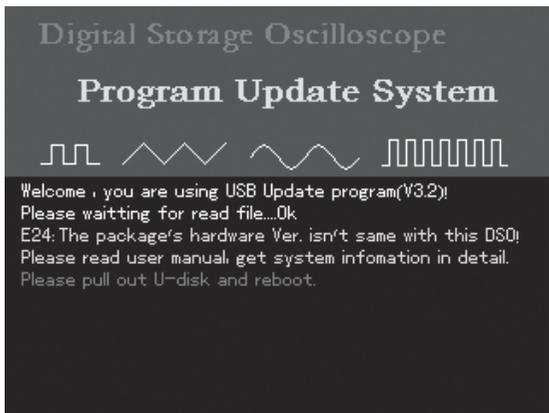

图6-13
8、升级时，读取程序升级包信息，发现升级文件的硬件版本与当前示波器的硬件版本不一致，将出现图6-13所示，提示“程序升级包的硬件版本与当前示波器不一致，阅读用户手册，在UTILITY的系统信息菜单中查阅示波器的硬件版本，并获得与当前示波器硬件版本相一致的升级包。请拔出U盘，重启示波器”。